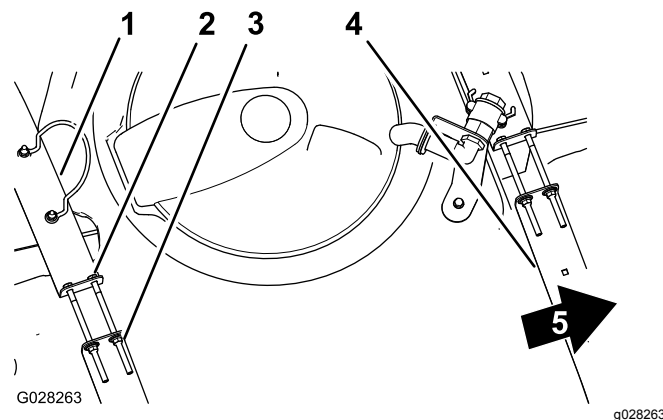

Figura 17
2. Verificate l'eventuale presenza di movimento tra le fasce del serbatoio e il serbatoio stesso (Figura 17).
3. Se le fasce risultano lente sul serbatoio, stringete i dadi di bloccaggio flangiati e i bulloni sulla parte superiore delle fasce fino a quando queste non sono pari alla superficie del serbatoio (Figura 17).